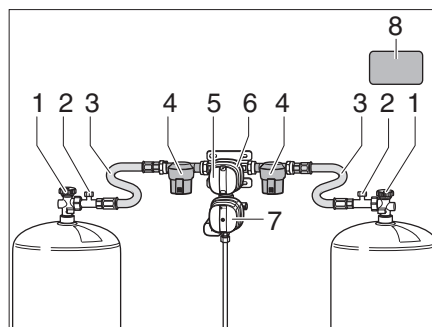
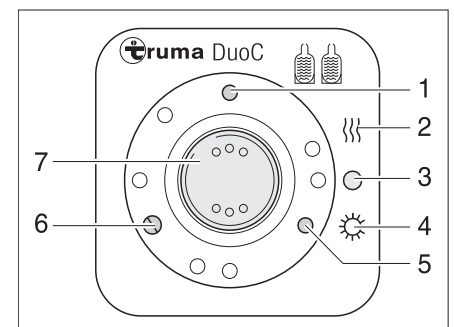
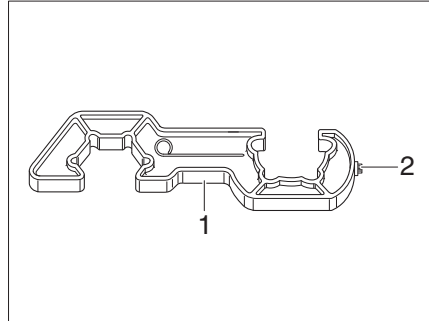
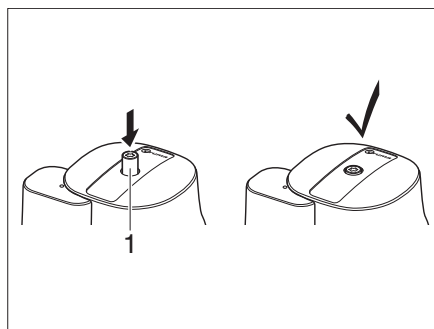

Bild 70 DuoControl-Umschaltanlage
Bild 71 Bedieneinheit
Bild 73 Schraubhilfe
Bild 74 Crashsensor
Die DuoControl-Umschaltanlage besteht aus einem Umschaltventil (Bild 70,6) und der Bedieneinheit (Bild 71). Das Umschaltventil ist zwischen den Hochdruckschläuchen (Bild 70,3) montiert. Mit dem Drehknopf (Bild 70,5) am Umschaltventil kann bestimmt werden, welche der Gasflaschen als Betriebsflasche und welche Gasflasche als Reserveflasche verwendet wird.
Das Umschaltventil (Bild 70,6) ist mit der Regler-Enteisungsanlage EisEx ausgestattet. So werden Störungen der Gasanlage im Winter vermieden.
Vor dem Umschaltventil befinden sich auf jeder Seite ein Gasfilter (Bild 70,4), der die Gasanlage vor Verölung und Verunreinigungen schützt.
An der Bedieneinheit (Bild 71) können nur die elektrischen Funktionen geschaltet werden. Die Haupt-Absperrventile (Bild 70,1) der Gasflaschen müssen von Hand geöffnet werden.
Das Umschaltventil gewährleistet einen konstanten Gasdruck, unabhängig davon, welche Gasflasche Gas liefert. Die zwei Kontroll-Leuchten an der Bedieneinheit zeigen den Füllstand der Betriebsflasche an. Wenn die grüne Kontroll-Leuchte (Bild 71,6) leuchtet, ist die Betriebsflasche voll. Wenn die rote Kontroll-Leuchte (Bild 71,5) leuchtet, ist die Betriebsflasche leer. Die Gasversorgung erfolgt dann über die Reserveflasche.
- Die Haupt-Absperrventile (Bild 70,1) an den Gasflaschen öffnen.
- Mit dem Drehknopf (Bild 70,5) am Umschaltventil (Bild 70,6) die Gasflasche wählen, der vorrangig das Gas entnommen werden soll (Betriebsflasche).
- Den Wippschalter (Bild 71,7) auf "O" (Bild 71,3) stellen. Die gelbe Kontroll-Leuchte (Bild 71,1) erlischt.
- Die Haupt-Absperrventile (Bild 70,1) an den Gasflaschen schließen.
Die Kontroll-Leuchten an der Bedieneinheit (Bild 71,5 und 6) signalisieren im Fahrzeuginneren, ob die Betriebsflasche betriebsbereit ist.
Wenn die grüne Kontroll-Leuchte (Bild 71,6) während des Betriebs erlischt und die rote Kontroll-Leuchte (Bild 71,5) aufleuchtet, ist die als Betriebsflasche gewählte Gasflasche leer und muss gewechselt werden. Die Reserveflasche versorgt die Gasverbraucher weiterhin mit Gas.
- ▶ Zum An- und Abschrauben der Hochdruckschläuche die beiliegende Schraubhilfe (Bild 73,1) verwenden. Sie gewährleistet das nötige Anzugsmoment und verhindert Beschädigungen an der Verschraubung durch falsches Werkzeug.
- Das Haupt-Absperrventil (Bild 70,1) an der leeren Gasflasche schließen.
- Den Hochdruckschlauch (Bild 70,3) mit der Schraubhilfe (Bild 73) von der Gasflasche abschrauben.
- Die volle Gasflasche an den Hochdruckschlauch (Bild 70,3) anschließen.
- Das Haupt-Absperrventil (Bild 70,1) an der Gasflasche öffnen.
- Den Drehknopf (Bild 70,5) am Umschaltventil (Bild 70,6) mit einer halben Umdrehung so einstellen, dass die eben gewechselte Gasflasche als Reserveflasche dient.
- Knopf (Bild 70,2) für die Schlauchbruchsicherung am Hochdruckschlauch drücken, um sie zu aktivieren.
- Ggf. den Rückstellknopf (Bild 74,1) am Crashsensor drücken.
- ▶ Sicherheitsaufkleber (Bild 70,8) im Gaskasten beachten.
- Mit dem Torx T20 (Bild 73,2) an der Schraubhilfe den Entsicherungsknopf (Bild 74,1) eindrücken, leicht im Uhrzeigersinn drehen und 5 Sekunden lang halten.
Der Crashsensor ist betriebsbereit, wenn der Entsicherungsknopf (Bild 74,1) in der versenkten Stellung bleibt.
- Nach dem Wechsel der Gasflasche grünen Knopf (Bild 70,2) am Hochdruckschlauch (Bild 70,3) kräftig drücken.